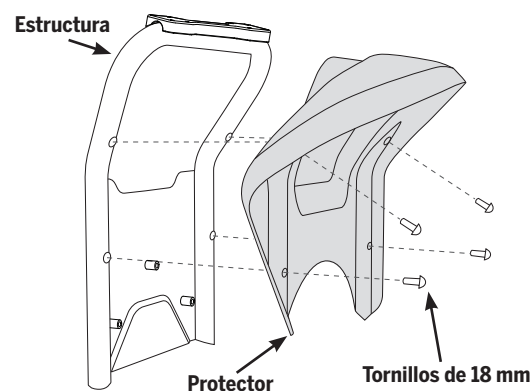

Ilustración 4: Instalación del protector en la estructura de carga lateral del x2 SE
4. Para retirar el protector de su estructura, retire las cuatro fijaciones de 18 mm con una llave Allen de 4 mm (consulte la **ilustración 4**).